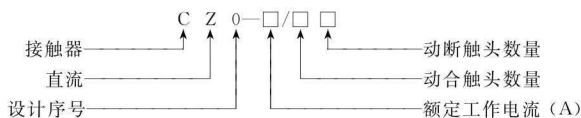

图 1-8 直流接触器型号的含义
(2) 直流接触器型号的含义。图 1-8 所示为直流接触器型号的含义。